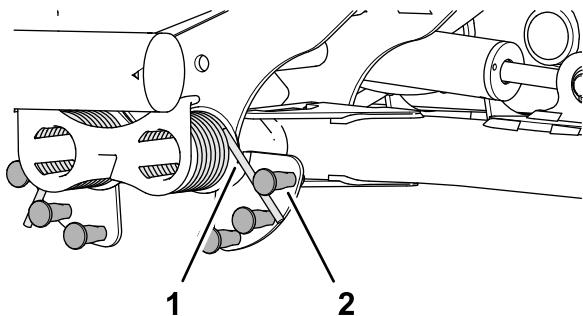

图 52
2. 将平衡压力弹簧的长端插入管或类似物体中，然后将弹簧围绕带肩螺柱旋转到所需位置（图 52）。